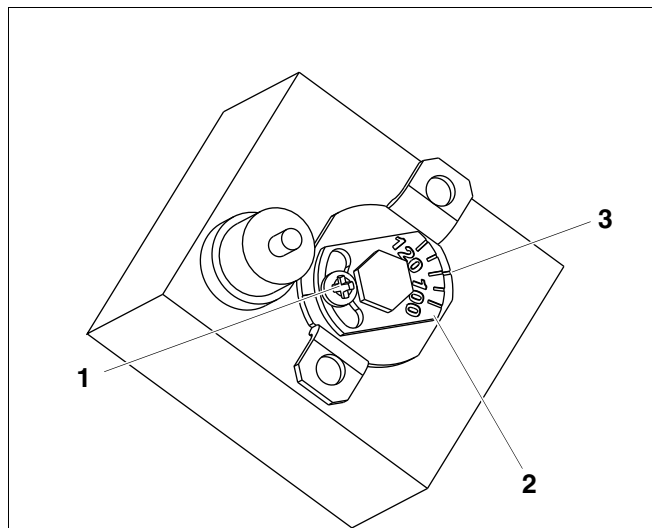

fig. 3 Variante A
2.2.1 fig. 3 Variante A
- Soltar o parafuso (fig. 3, [1]).
- Colocar a peça de chapa metálica com escala da temperatura (fig. 3, [2]) na marcação (fig. 3, [3]).
- Voltar a apertar o parafuso (fig. 3, [1]).